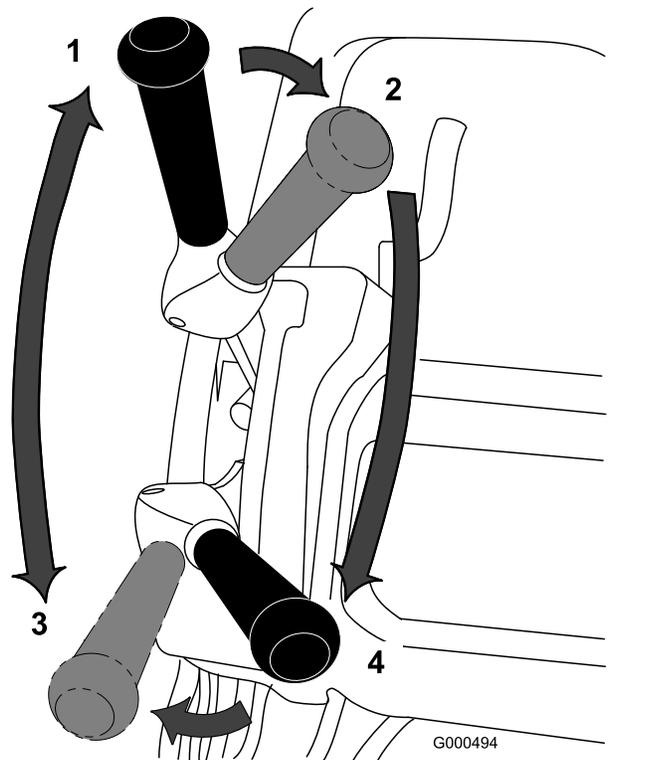

図 30
1. エンジンを始動、スロットルを下げ、ハンドルを押し下げてカッティングユニットを上げ、オペレータコントロールを握り、走行レバーを入にセットして、グリーンのカラ縁に入る 図 30。
2. 走行レバーを解除し、リールレバーを回転側に倒す 図 30。
3. 走行レバーを走行に入れ、スロットルで希望の走行速度に調整しグリーンに入ってリールを下ろし、刈り込み作業を始める 図 30。